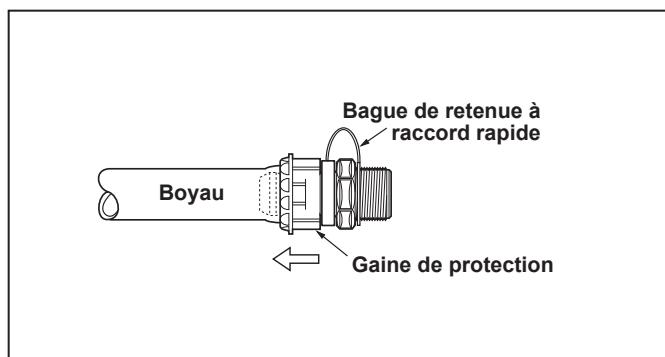

Figure 6. Installer la pince de retenue
5. En tenant le tuyau, tourner et tirer la gaine de protection du raccord rapide sur le tuyau aussi loin que possible. Enclencher l'attache. Voir la Figure 6.
REMARQUE La bague de retenue doit être installée. S'il est impossible de placer la gaine de protection sur le raccord rapide pour permettre à la bague de retenue de glisser en place, voir Figure 6. Mouiller l'intérieur du tuyau avec de l'eau propre et essayer de nouveau.
1. Vérifier que l'installation est correcte. Se référer à la Figure 6.